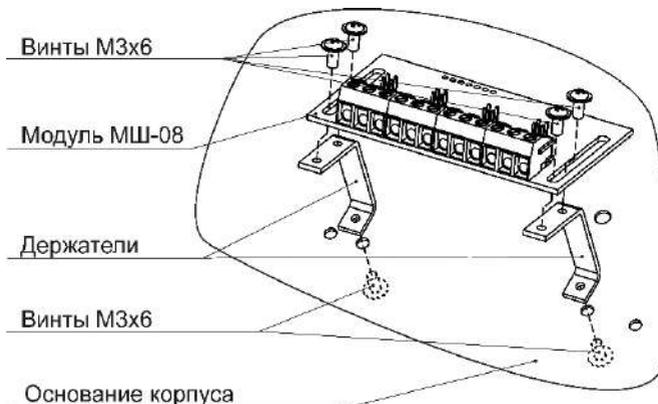

Рисунок 4 - Установка модуля МШ-08
Просверлить в стене два отверстия. В отверстия вкрутить шурупы и повесить на них модуль. Установку модуля на стену производить, ориентируясь по чертежу корпуса - Рисунок 4.
- установите держатели модуля МШ-08 на основании корпуса модуля МСВ-08 (Рисунок 4) и закрепите их винтами (держатели и винты из комплекта ЗИП модуля МШ-08) – см. Рисунок 5;